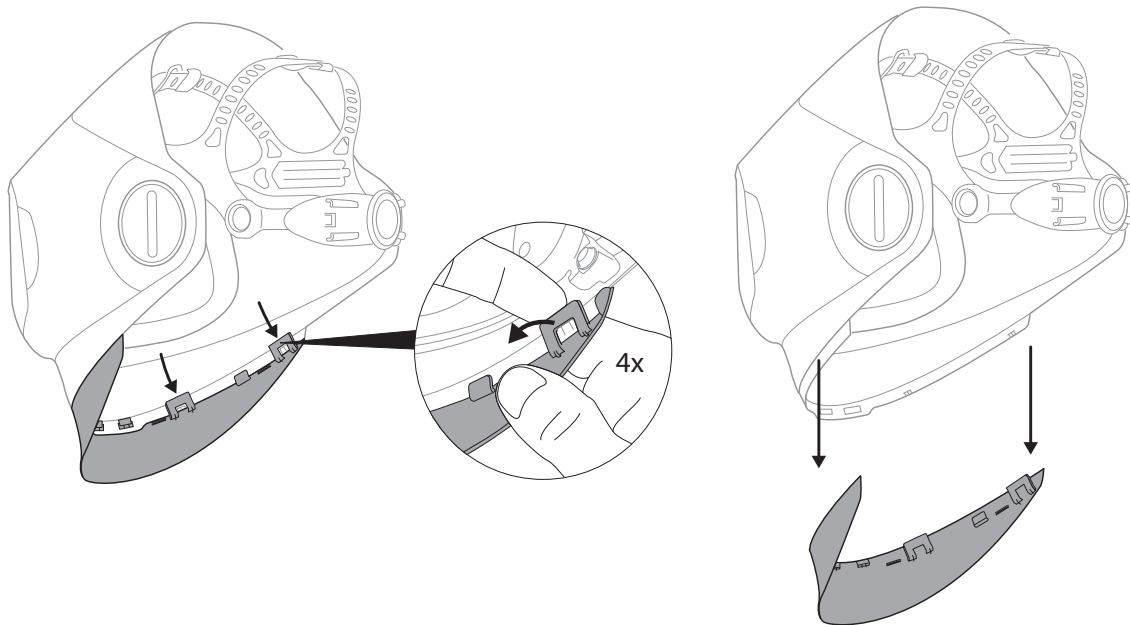
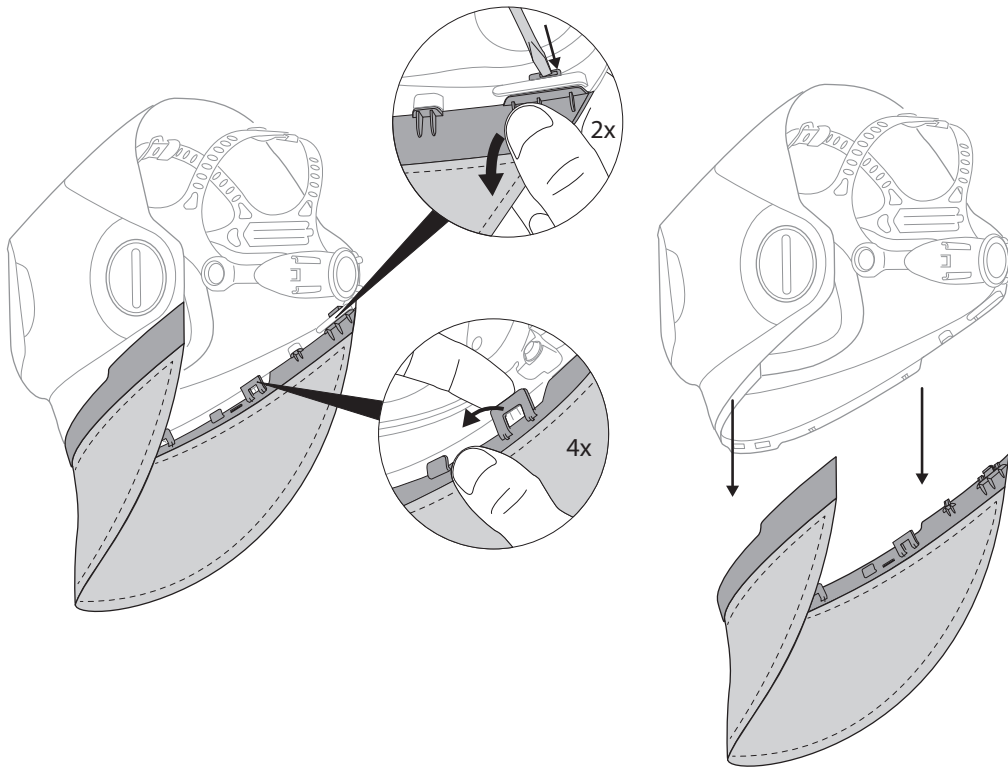

Fig. 19a
Fig. 19e
- b. Después de desencanchar todos los clips, la pieza de la cubierta del cuello se puede retirar del casco para soldar (Fig. 19a).
- e. Para quitar la cubierta para el cuello de tela o cuero se debe usar una herramienta pequeña (destornillador o palillo pequeño) para apartar los clips de retención externos del casco para soldar (Fig. 19e). Luego, se pueden quitar los 4 clips pequeños como se muestra en la Fig. 19a.